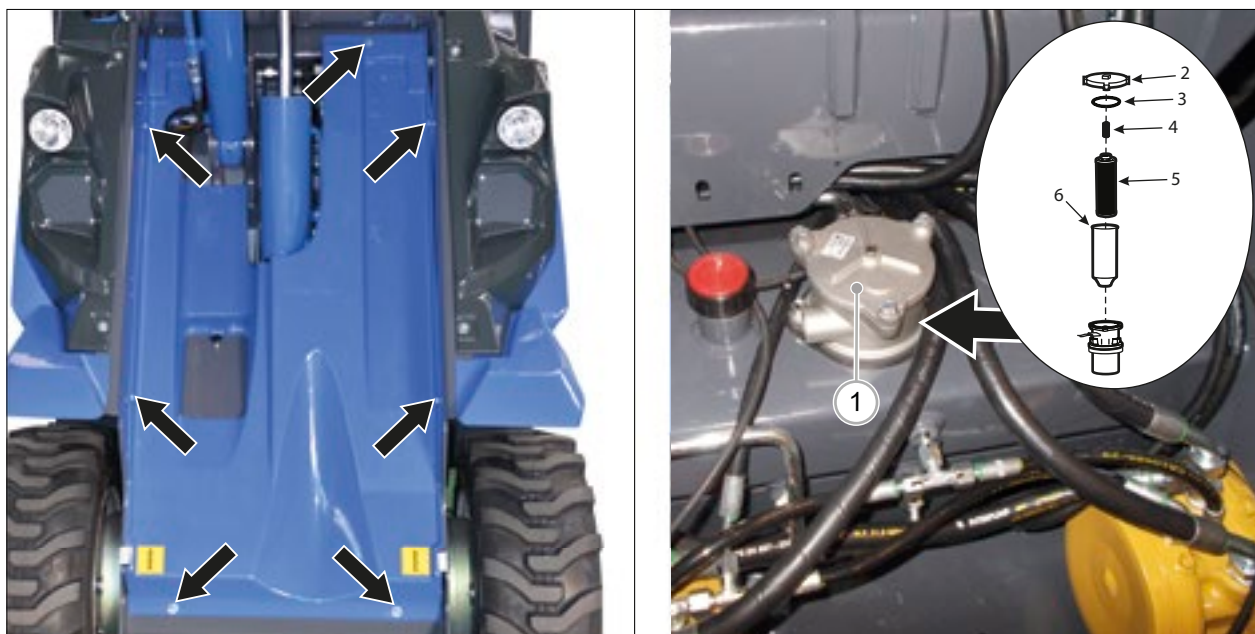

FIG. 42
- 3) Fjern frontpanelet ved at løsne de skruer, der fastgør det til rammen (Se FIG. 42).
- 4) Fjern filterets dæksel ved at dreje dækslet. Det kan være nødvendigt, at bruge en skruenøgle til at løsne dækslet med (FIG. 42 - Ref. 1).
- 5) Fjern fjederen (FIG. 42 - Ref. 4), og filterelementet (FIG. 42 - Ref. 5) fra plastikholderen (FIG. 42 - Ref. 6).
- 7) Installer fjederen igen og tjek filterdækslets O-ring for tegn på slid eller skader. Denne O-ring er placeret i en rille på toppen af selve filterhuset (FIG. 42 - Ref. 3). Udskift O-ringen i tilfælde af slid eller skader.
- 8) Sæt filterets dæksel på igen (FIG. 42 - Ref. 2) og fastgør det.
FIG. 42 viser placeringen af smørepunkterne.